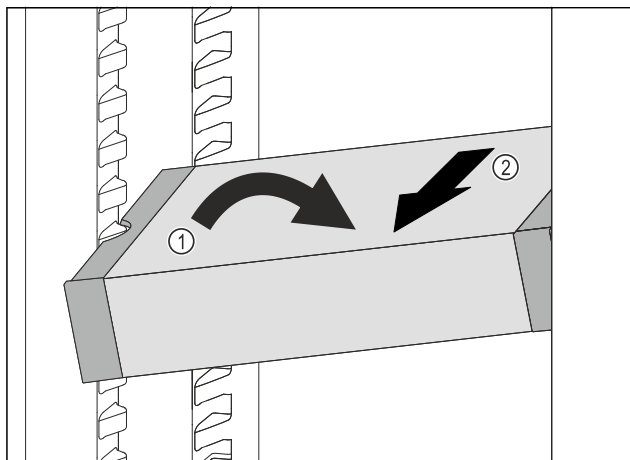

Fig. 83
- ▶ Расположите VarioSafe в холодильном отделении под наклоном. *Fig. 83 (1)*
- ▶ Извлеките VarioSafe движением вперед. *Fig. 83 (2)*